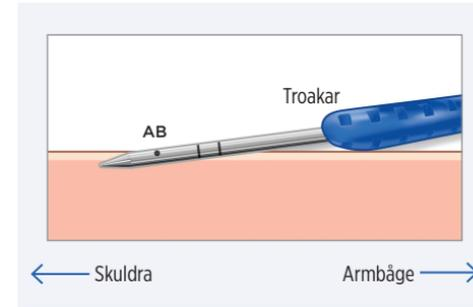

Bild 3
3. Med spetsen på den trubbiga troakaren vid det subkutana området sänker du vinkeln för ingång i huden till ungefär 5-10 grader (bild 3). Var försiktig så att fingrarna inte ligger under metallstaven eller troakarens plastdelar, vilket kan ge en större vinkling.
4. Flytta den trubbiga troakaren mot skuldran, med bibehållen hudkontakt med applikatorns metall- och plastdelar för att säkerställa lägsta möjliga vinkel av fickan i huden (bild 3).